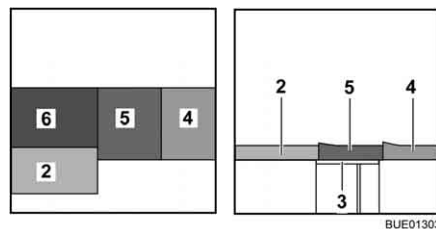

Fig. 130 Depois da transformação
- Coloque o estofado do assento (Fig. 130,5) no meio.
- Coloque o estofado do encosto (Fig. 130,4) entre o estofado do assento e a parede.